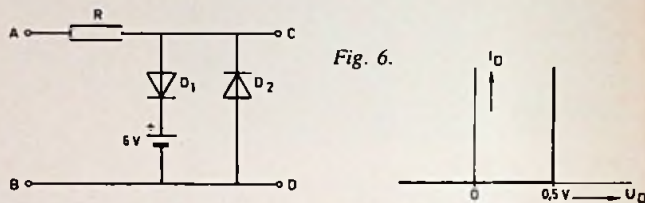

Fig. 6.
- 2 De diodes in fig. 6 hebben een doorlaatspanning van 0,5 V, onafhankelijk van de stroom en een oneindig grote spierweerstand (zie de karakteristiek in fig. 7). Het verloop van de ingangsspanning u_{AB} is getekend in fig. 8. Teken het verloop van de uitgangsspanning u_{CD} . Neem hierbij: schaal 1 cm \cong 1 volt.